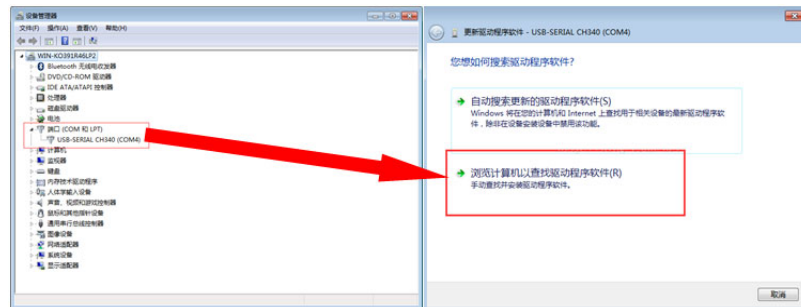

图 1-6 安装 Arduino UNO 开发板驱动程序
(2) 打开设备管理器，如图 1-6 所示，右键点击端口（COM 和 LPT）下的